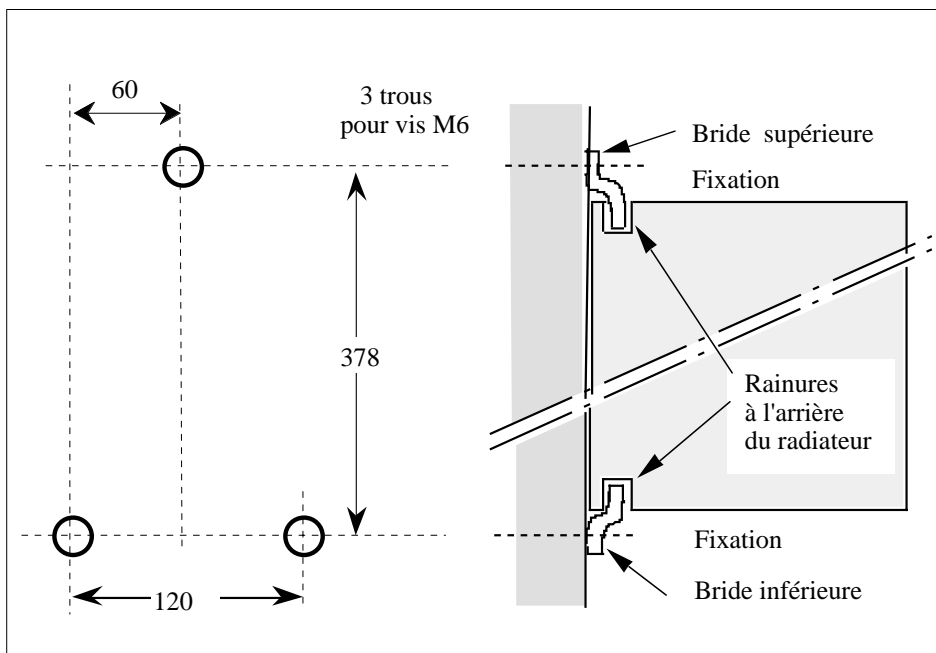

Figure 1 Cotes (en mm) de perçage et fixation des gradateurs non ventilés.
- Installer les deux vis **M6** inférieures dans l'armoire en respectant les cotes de perçage (figure 1)